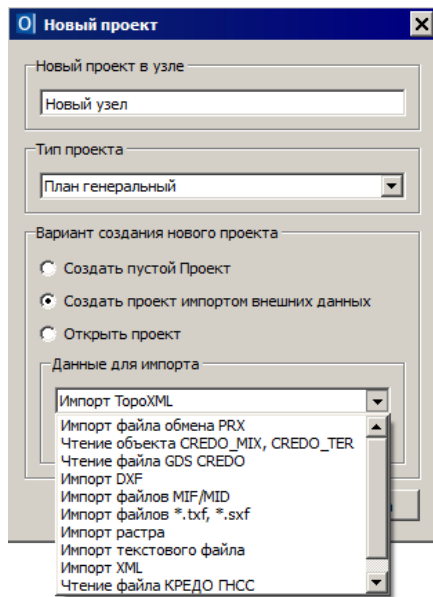

Рис. 3.10
3. При этом можно создать пустой проект, открыть ранее созданный проект из числа проектов НП плана или загрузить какие-либо данные из других систем, т.е. выбрать вариант создания проекта **Создать проект импортом внешних данных**, а из выпадающего списка выбрать необходимый тип данных (рис. 3.10).